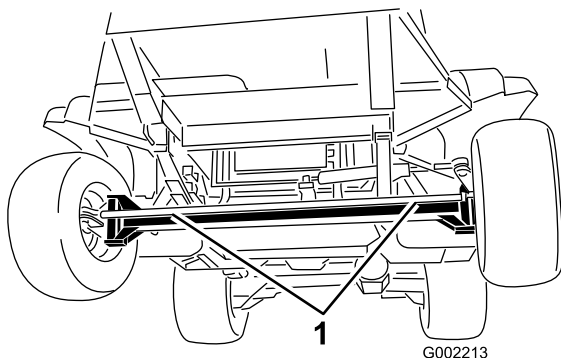
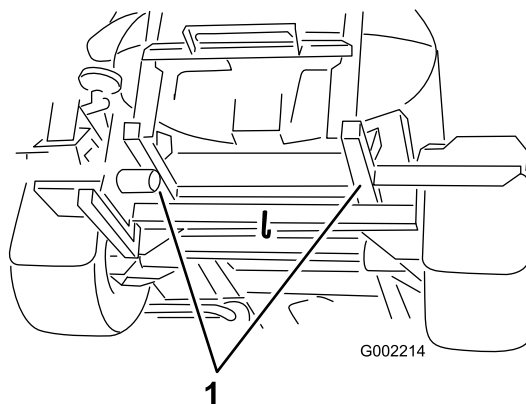

Figure 94
Figure 95
4. Accrochez un câble de remorquage au cadre ; voir les points de remorquage avant et arrière (Figure 94 et Figure 95).